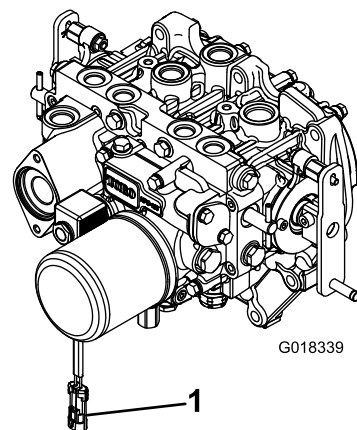

Figura 3
2. Para evitar que se engrane accidentalmente el embrague de la TDF, desconecte el conector eléctrico del arnés de cables del conector de la bobina de la válvula del solenoide de la TDF (Figura 3).
8. Después de conectar el otro extremo del árbol de transmisión al eje de la caja de engranajes del accesorio, conecte el conector eléctrico del arnés de cables al conector de la bobina de la válvula del solenoide de la TDF (Figura 3).